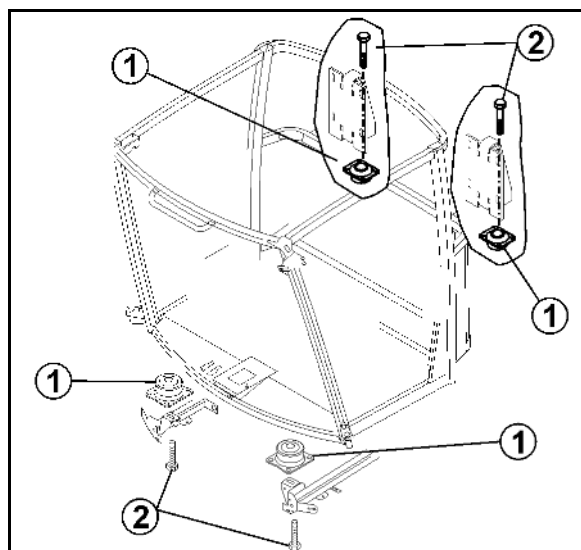

Рис. 191
1. Демонтируйте решетку (Рис. 191/1).